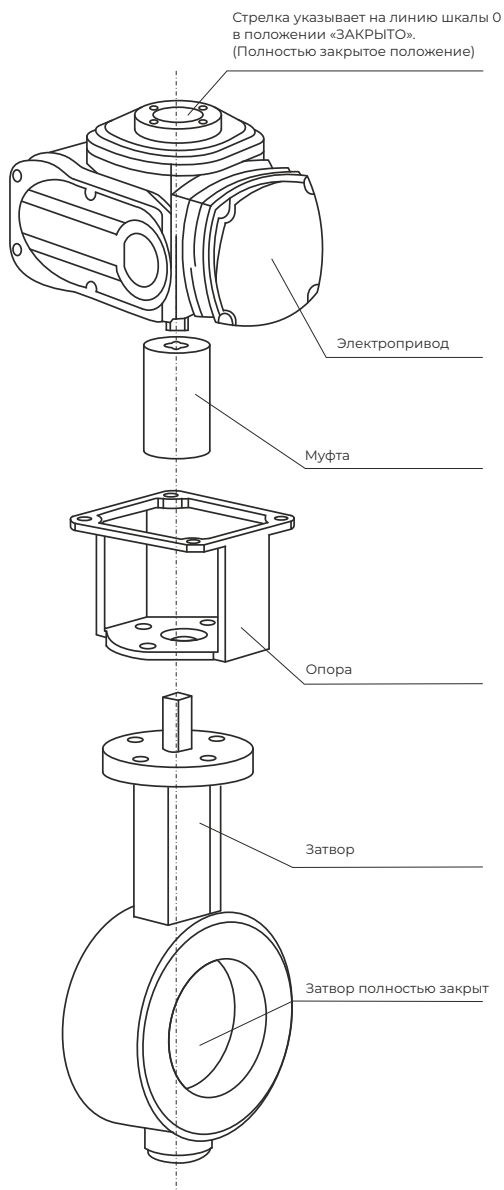

Рис. 6 - Установка электропривода
5. Затяните болт, соединяющий опору с электроприводом и корпусом клапана. (рис.6)